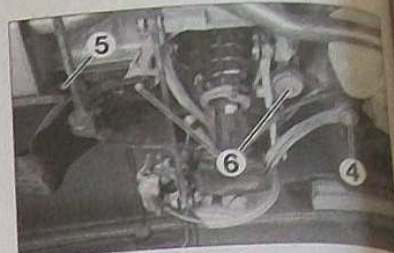

FIG. 22
- la fixation (4) (Fig.22) du bras de suspension.
- la fixation (5) du palier de barre stabilisatrice.
- les fixations (6) du train arrière.